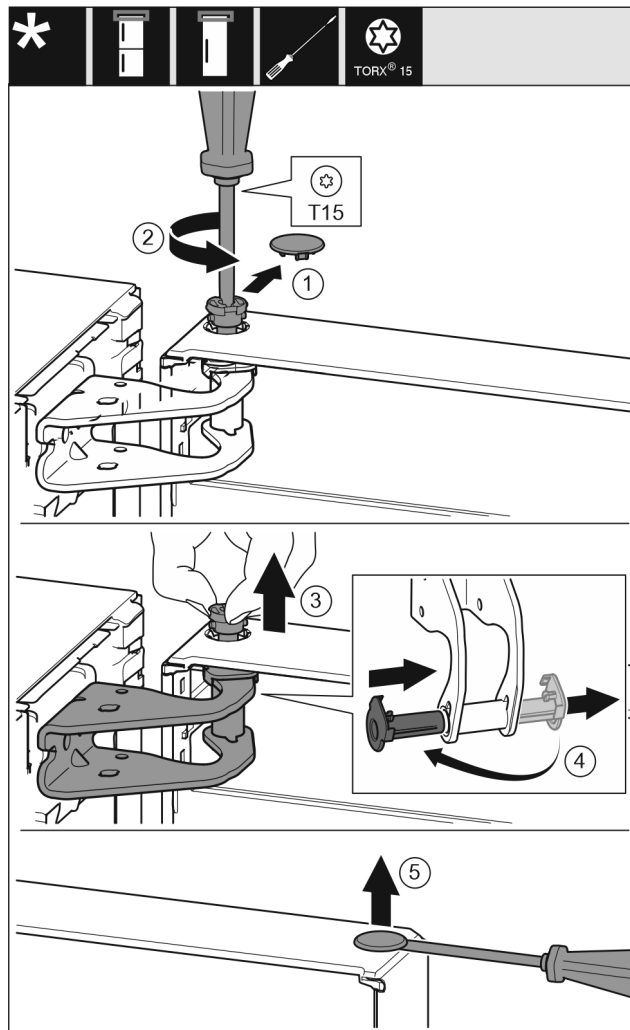

Fig. 7
- ▶ Desenroscar un poco el perno con el destornillador T15. Fig. 7 (2)
- ▶ Sujetar la puerta y extraer el perno con los dedos. Fig. 7 (3)
- ▶ Extraer el casquillo de apoyo de la guía. Introducirlo y encajarlo desde el otro lado. Fig. 7 (4)
- ▶ Levantar cuidadosamente el tapón del casquillo de apoyo de la puerta con un destornillador para tornillos de cabeza ranurada y extraerlo. Fig. 7 (5)